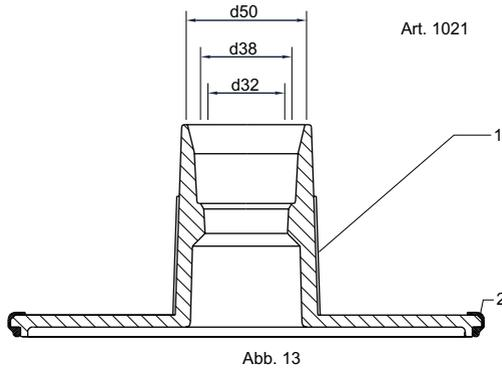

Abb. 13
2.6 Vakuumscheibe (Art. 1021) (Abb. 13) für Skimmer V20 und VS30